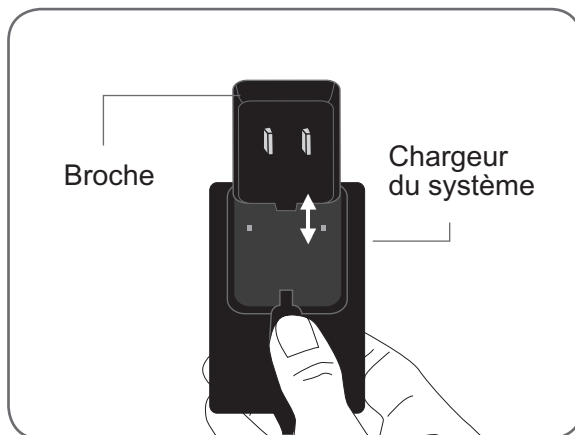

Figure 8-2 : Insertion de la broche dans le chargeur du système.
2. Glissez la broche dans le chargeur du système. Reportez-vous à la Figure 8-2.